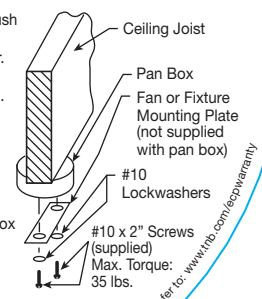

Fig. 2
- 6) Mount the ceiling fan or fixture mounting plate to the pan box using the two supplied #10 x 2" lg. screws and two #10 lockwashers. Pass the screws through the ceiling fan or fixture mounting plate then through the pan box clearance holes into the ceiling joist. Tighten screws snugly, see Fig. 2.
- 6) Fixer la plaque de montage du ventilateur de plafond ou du plafonnier à la boîte d'encastrement à l'aide des deux vis no 10 x 2 po et deux rondelles de fixation no 10 fournies. Passer les vis par la plaque de montage et les trous de passage de la boîte dans la solive. Bien serrer les vis., voir Fig. 2.